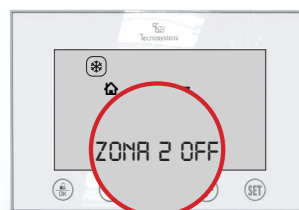
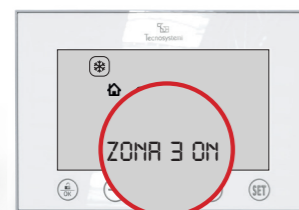

Fig. 6
Fig. 7
3.3 Supponiamo di avere 4 cronotermostati associati a 4 zone e vogliamo spegnere solo il cronotermostato di Zona 2: premere il tasto per 3 secondi verificando l'indicazione ZONA 2 OFF (Fig. 6). In questo modo, solo il cronotermostato di zona risulterà spento, mentre il resto dei cronotermostati (e del sistema) risulterà acceso. (Fig. 7/8)